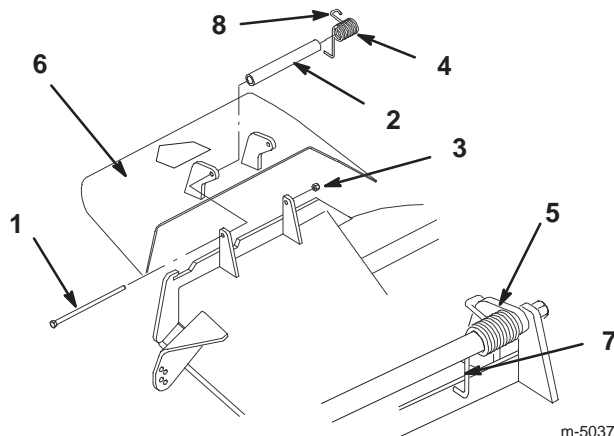

Bild 6
Note: Achten Sie darauf, dass das L-förmige Federende hinter der Kante der Abdeckung installiert wird, bevor Sie die Schraube wie in Bild 6 gezeigt einsetzen.
3. Setzen Sie die Schraube und Mutter ein. Führen Sie das J-förmige Hakenende der Feder um das Ablenkblech (Bild 6).